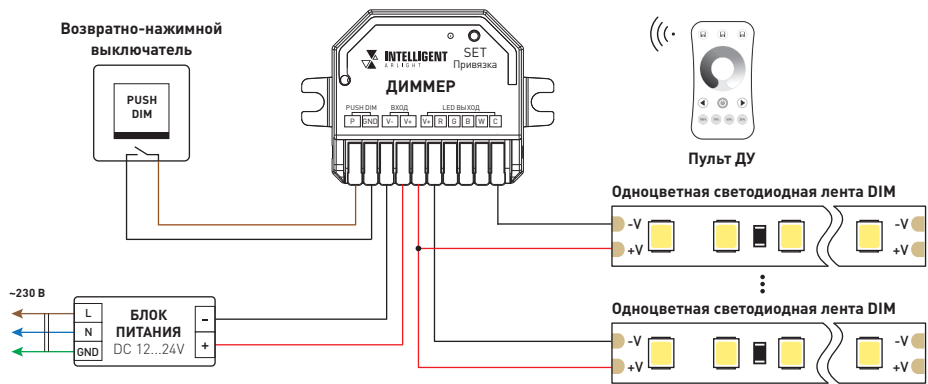

Рис. 3. Схема подключения диммера со светодиодной лентой DIM
- 3.3. Подключите диммер согласно одной из схем, представленных на рис. 3–7.